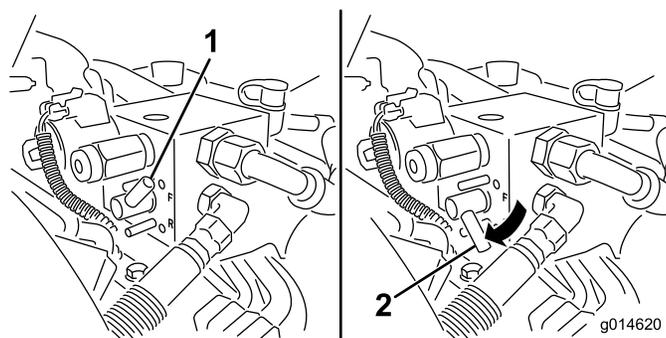

Figure 53
- Tournez le levier de rodage à la position rotation arrière (R) (Figure 53).